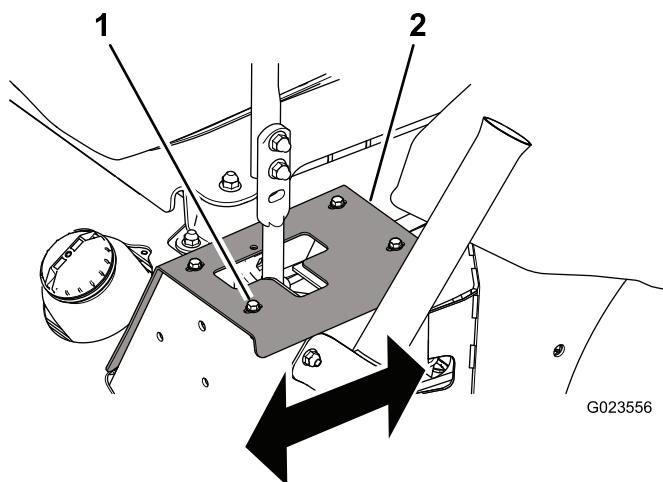

Figura 54
- Si se desvía hacia la derecha, afloje los pernos y ajuste la placa de tope izquierdo hacia atrás hasta que la máquina avance en línea recta (Figura 54).
- Si se desvía hacia la izquierda, afloje los pernos y ajuste la placa de tope derecho hacia atrás, hasta que la máquina avance en línea recta (Figura 54).
1. Perno (4)
3. Apriete los pernos para sujetar la placa de tope (Figura 54).